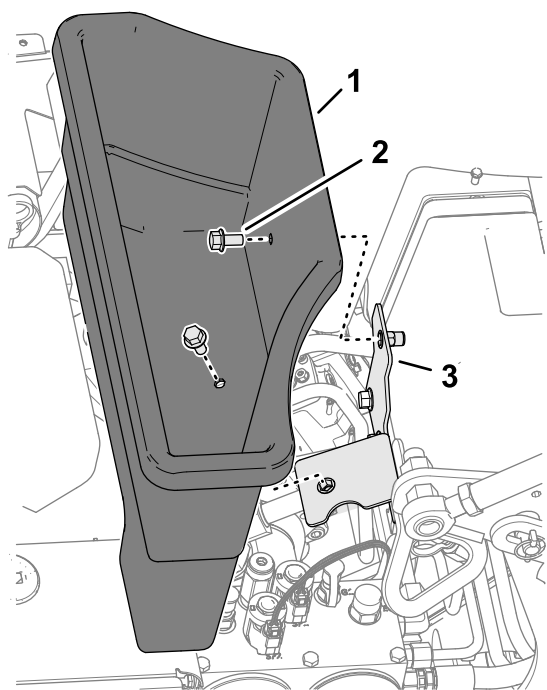

图 115
3. 拆下将储物箱固定至储物箱支架的 2 个凸缘头螺栓 图 115。